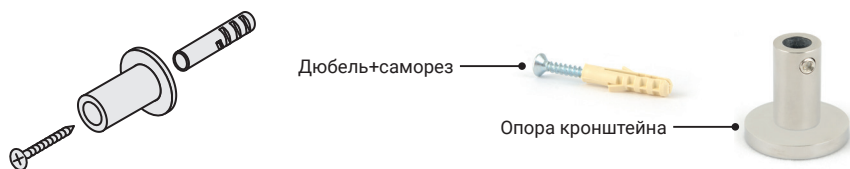

Рис.3
4.1.5. Произведите монтаж опор с помощью дюбелей и саморезов из комплекта (рис. 3).